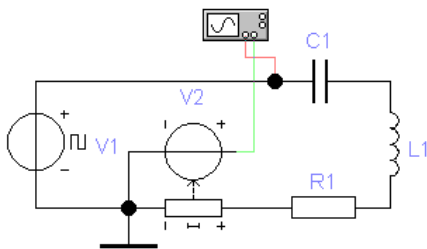

Рис. 5
3.9. Соберите схему для исследования тока в последовательной RLC -цепи (рис. 5) при ее подключении к источнику периодической последовательности импульсов напряжения прямоугольной формы. Генератор импульсов напряжения прямоугольной формы возьмите в группе «Sources».
Согласно рис. 5 канал А вертикального отклонения осциллографа отображает напряжение источника V1, а канал В – ток в последовательной RLC -цепи. Осциллограммы сигналов рекомендуется отображать разным цветом.